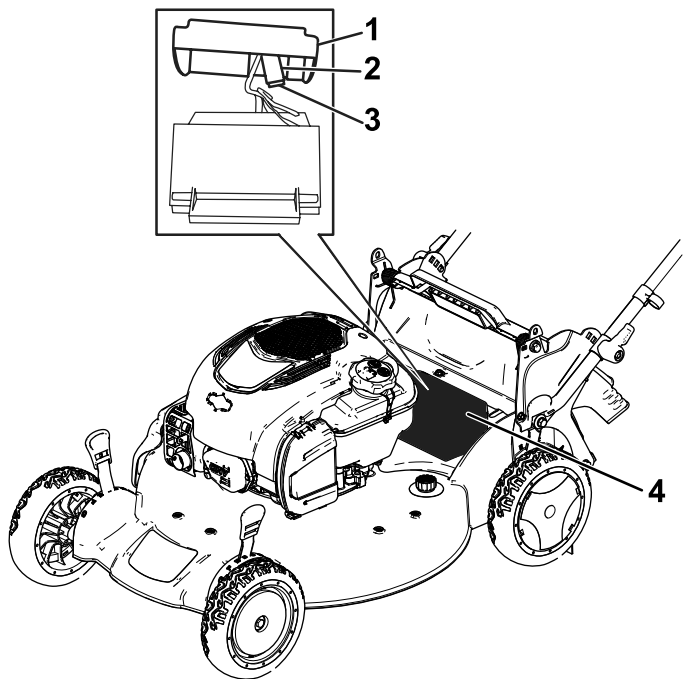

Bild 36
1. Nehmen Sie die Abdeckung vom Batteriefach ab (Bild 36).
2. Nehmen Sie die Batterie heraus und ermitteln die Sicherung (Bild 36).
3. Wechseln Sie die Sicherung im Sicherungshalter aus (Bild 36).
4. Setzen Sie die Abdeckung auf das Batteriefach (Bild 36).